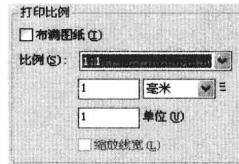

图 10-1-9
(13) 在“打印比例”下，取消“布满图纸”的勾选，可以单击比例中的三角按钮，，在弹出的列表中选择缩放比例为“1:1”，如图10-1-9所示。